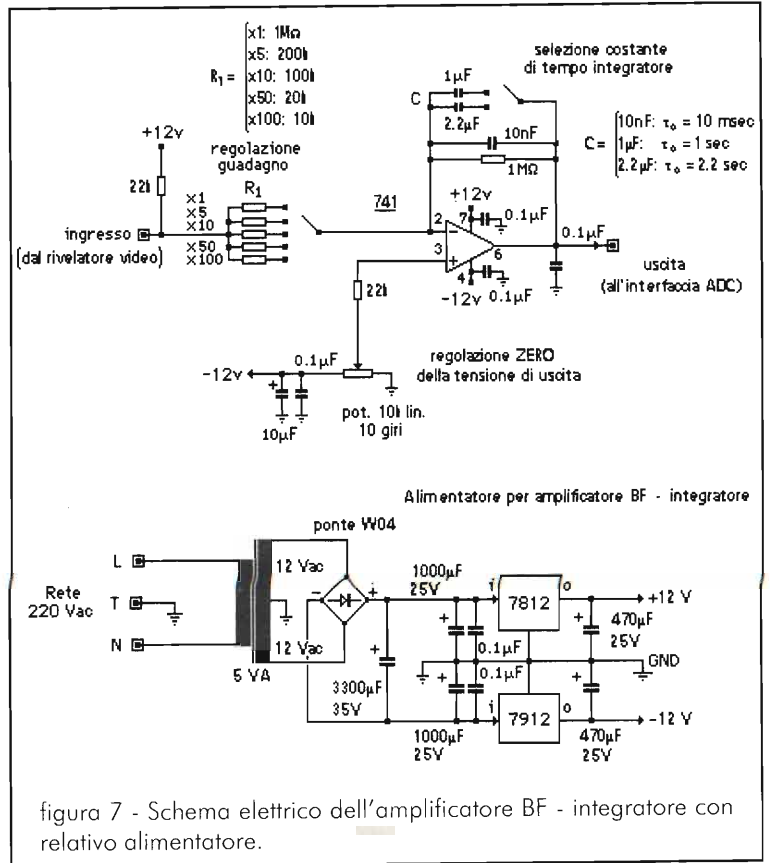

figura 7 - Schema elettrico dell'amplificatore BF - integratore con relativo alimentatore.
- Costruzione dell'amplificatore-integratore BF su un circuito stampato aggiuntivo con i comandi di selezione del guadagno di tensione, della costante di tempo per l'integrazione e della regolazione dello zero del segnale in uscita (figura 7). Per semplificare la regolazione ed ottenere una maggiore stabilità il potenziometro da 10k $\Omega$  per l'offset del segnale di uscita deve essere del tipo multigiri. Il commutatore per la selezione del guadagno BF è del tipo rotativo a 5 posizioni 1 via, mentre quello relativo alla selezione della costante di tempo è del tipo a levetta con posizione centrale.